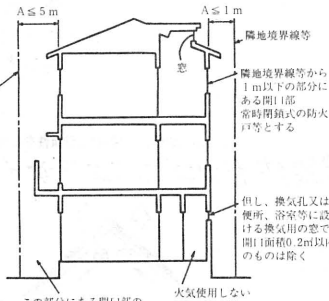

図1 外壁開口部の構造及び面積制限概要
- ②防火被覆の取合い等の部分の構造
- ③軒裏の構造
- ④主要構造部である耐力壁、柱及びはりの構造
- ①主要構造部の防火被覆
- ①屋根の屋内側は屋根トラスの直下の天井の防火被覆
- ②防火被覆の取合い等の構造
- (7)三階部分の防火措置
- ①三階の室の部分と他の部分との区画の防火措置
- ②防火措置の構造及び仕様
- なお図1及び2に概要が示されているので参照されたい。